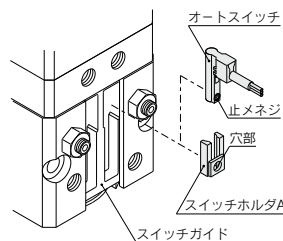

図2
- 1 図2の向きでスイッチホルダAをスイッチガイドの溝部にはめてください。